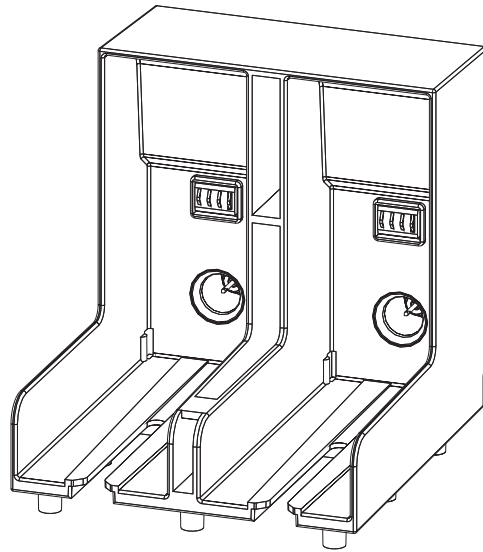

Figura 6-3: Ranhura do suporte do cartucho
- 5 Insira o cartucho de tinta no respectivo suporte, alinhando o encaixe do cartucho com a ranhura do suporte correto (Figura 6-3 na página 6-6).